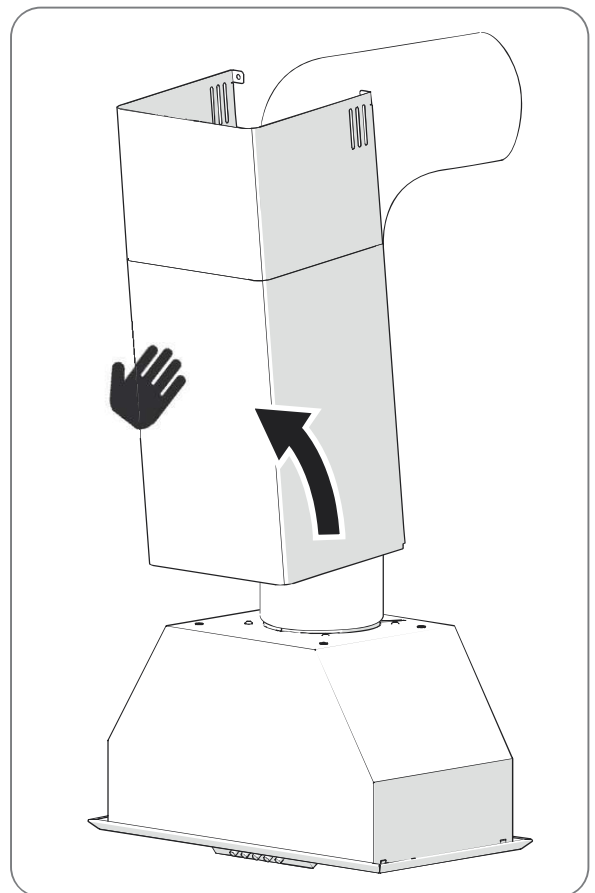

Abb. 4.2
- 11) - Bringen Sie die Kaminabdeckung der Haube wieder an (schrauben Sie alle etwaigen Befestigungsschrauben fest, siehe auch Abb.4.2).